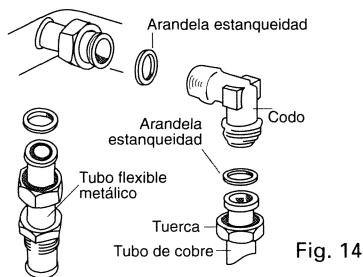

Fig. 14
- La conexión rígida. Junto a la encimera se suministra un tubo de cobre, una tuerca y junta de estanqueidad (Fig. 14)
- La conexión con un tubo flexible metálico (Fig. 14). En este caso hay que evitar el contacto de este tubo con partes móviles de la unidad de encastramiento (por ejemplo un cajón) y el paso a través de espacios que pudieran ser susceptibles de obstruirse.